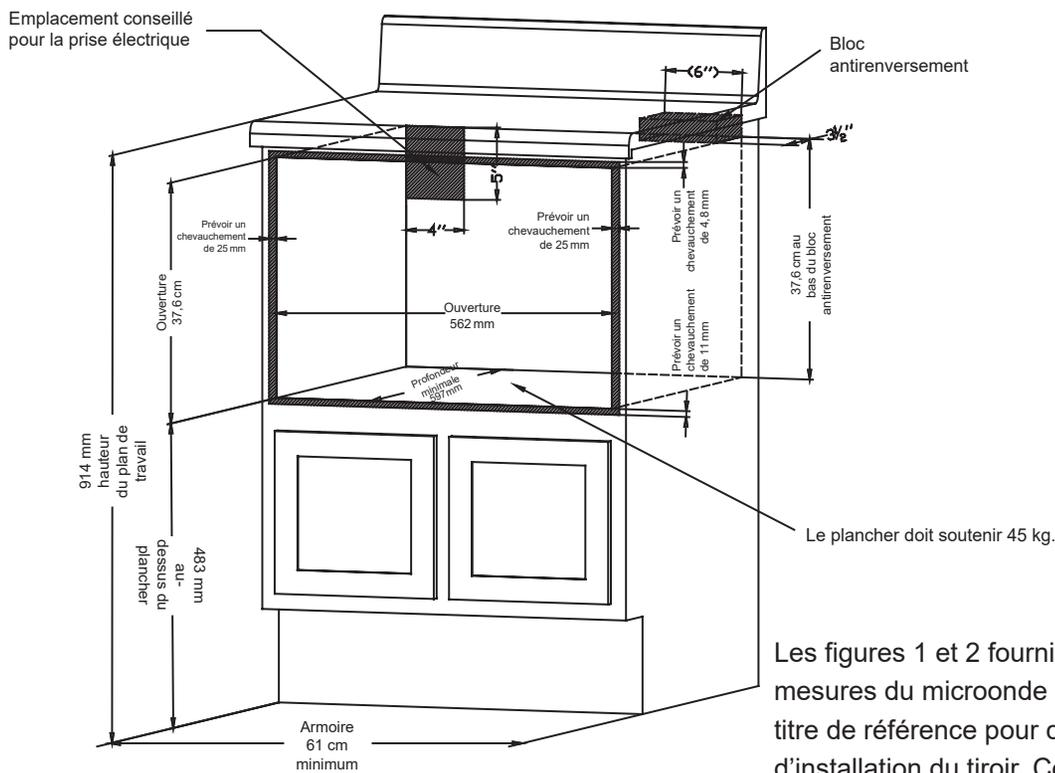
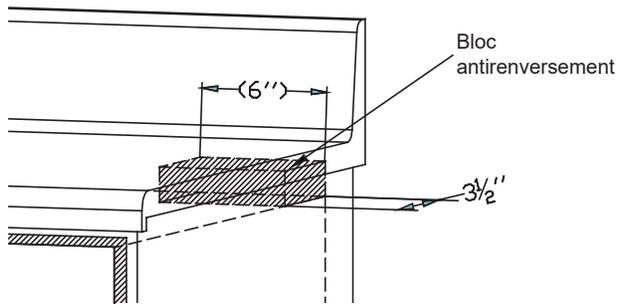

Figure 1
Figure 3
- Utilisez les dimensions illustrées à la figure 1. Les dimensions indiquées fournissent l'espace minimal. Repérez la prise électrique dans la zone hachurée et dans le coin supérieur gauche de la découpe. Voir la Figure 3.
Les figures 1 et 2 fournissent de nombreuses mesures du microonde à tiroir données à titre de référence pour choisir l'emplacement d'installation du tiroir. Ce microonde à tiroir peut être installé sous un four électrique ou à gaz.
Pour réduire le risque de renversement du four à tiroir, installez correctement le bloc antirenversement à environ 37,6 cm au-dessus du plancher sur lequel le microonde à tiroir reposera. L'installateur doit pourvoir le bloc antirenversement de 15 cm. Voir les figures 1 et 3. Le bloc antirenversement empêche les blessures graves qui pourraient résulter de la projection de liquides chauds.